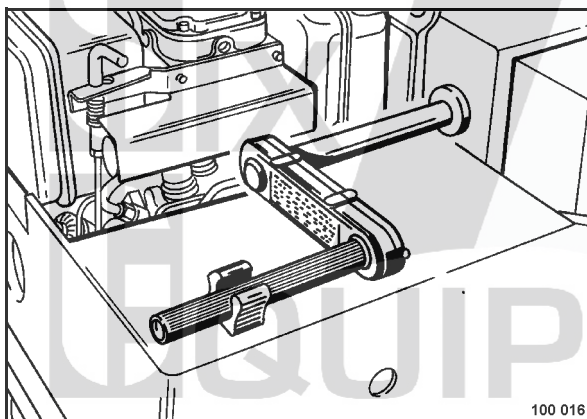

fig. 20
- Fixer la manivelle dans son support (fig. 20).